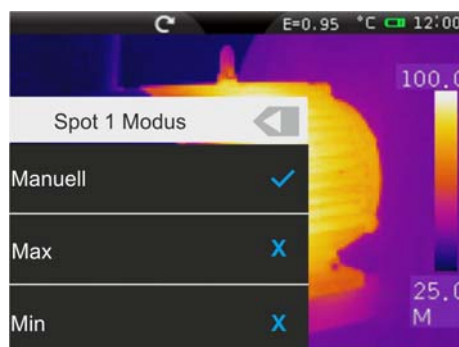

Abb. 22: Messmodi assoziiert mit den Cursors
2. Berühren Sie das Symbol zur Auswahl der Modi, die jedem Cursor assoziiert werden können (siehe Abb. 22). Folgende Optionen, die sich einander ausschließen, stehen zur Verfügung: **Manuell** (Cursor wird frei vom Benutzer verwendet), **Max** (Cursor wird dem heißesten Punkt auf dem Bild assoziiert), **Min** (Cursor wird dem kältesten Punkt auf dem Bild assoziiert). Die Auswahl wird durch das Symbol auf dem Display angegeben.